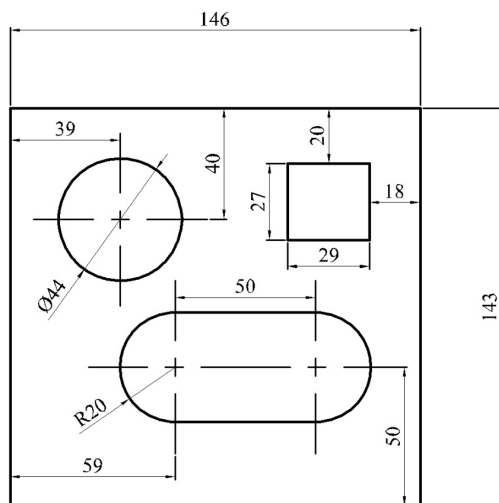

Рис. 3. Креслення для закріплення навичок
10. Виконайте наступне креслення (рис. 3), використовуючи інструменти з панелей Малювання, Редагування та Анотації.